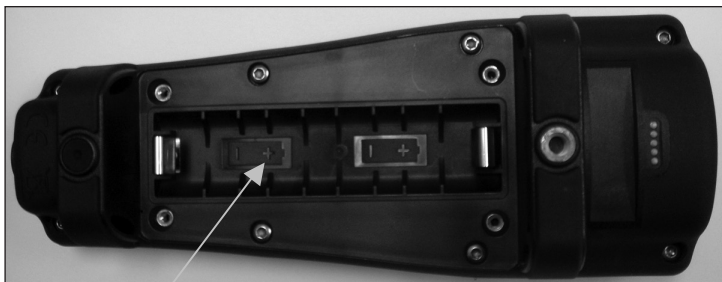

Figura 1. Pro1020 sin la tapa de las pilas. Tenga en cuenta los símbolos que indican la polaridad de las pilas.
4. Instale las pilas nuevas, comprobando la alineación correcta de la polaridad (figura 1).